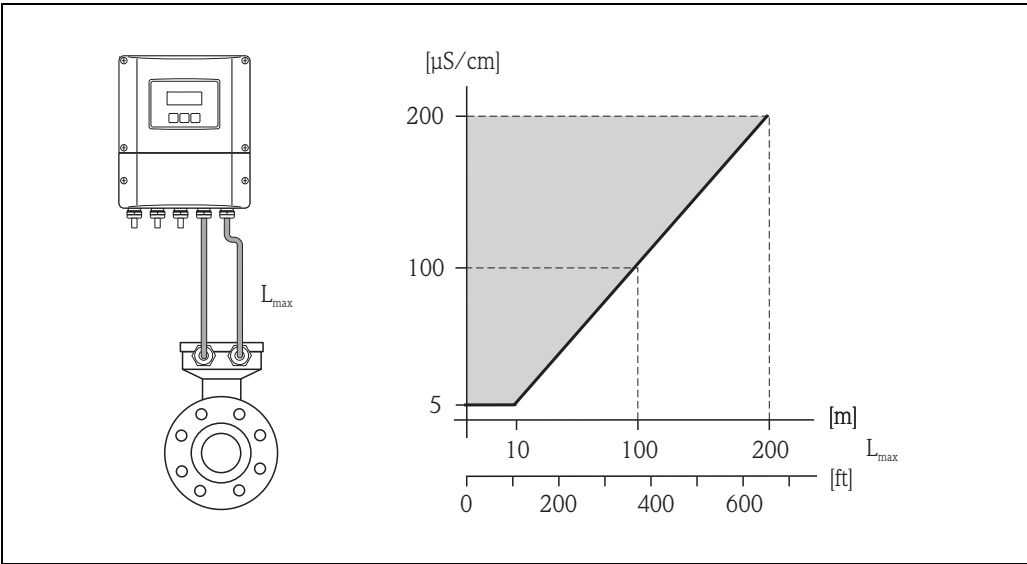

图 16: 分体式仪表的连接电缆允许长度示意图，与流体的电导率相关
如需要，可以通过缩小传感器的标称口径提高介质流速 (→ 图 16)。
- 允许电缆长度 $L_{\max}$ 取决于流体的电导率 (→ 图 16)。